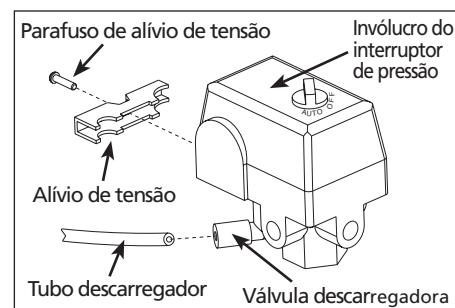

Figura 4
- Conecte o tubo descarregador à válvula descarregadora. Certifique-se de que você introduz o tubo por todo o comprimento da válvula descarregadora de modo que o mesmo se assenta apropriadamente (Veja a Figura 4).
- Conecte os três fios (preto, branco e verde) do fio de ligação da linha aos terminais do novo interruptor. Conecte os três fios (preto, branco e verde) do fio de ligação do motor aos terminais do novo interruptor. Consulte o diagrama de fiação no lado interno do invólucro do interruptor. Use o novo conjunto de parafusos terra e o novo parafuso de alívio de tensão com o novo interruptor. Descarte os parafusos do interruptor antigo. Instale um dos novos aliviadores de tensão inclusos com o novo interruptor. Escolha o alívio de tensão que mais se assemelha com o alívio de tensão antigo (Veja a Figura 4).